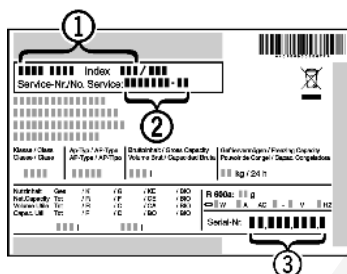

Fig. 12
- ▶ A készülék megnevezését Fig. 12 (1), a szerviz- Fig. 12 (2) és sorozatszámot Fig. 12 (3) a típus-tábláról olvassa le. A típustábla a készülék belsejében baloldalon található.
- ▶ Értse a vevőszolgálatot a hibáról, és adja meg neki a készülék megnevezését Fig. 12 (1), a szerviz- Fig. 12 (2) és a sorozatszámot Fig. 12 (3).